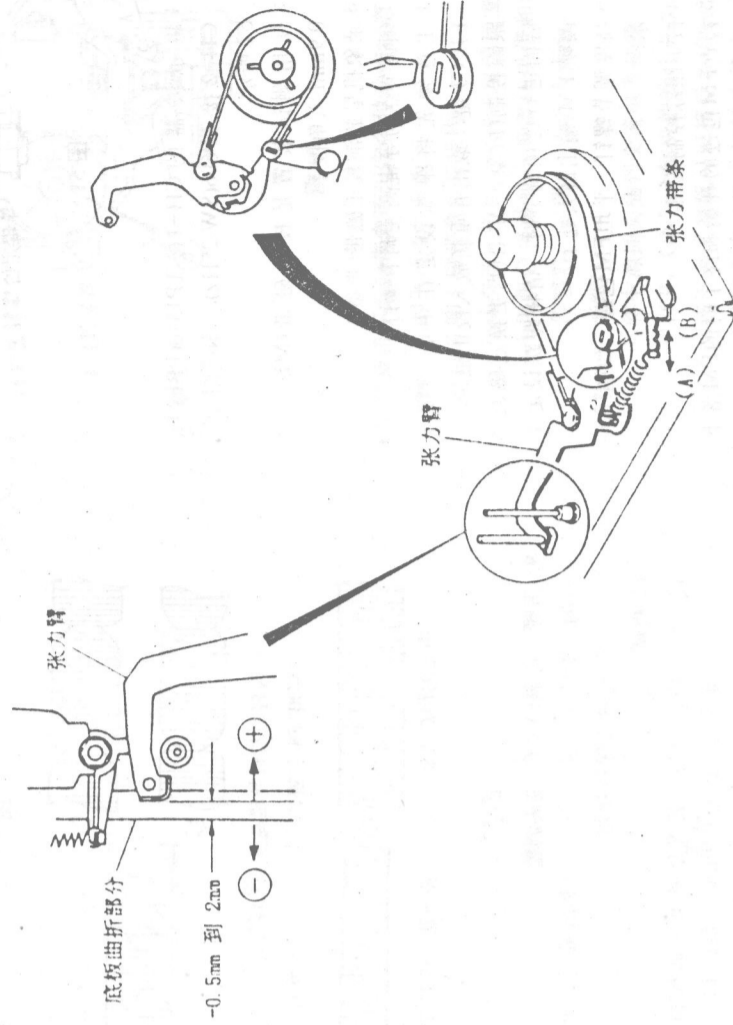

图 49
- ②让张力带条插入如图49所示1到3的齿沟中,将张力杆和底板间的间隙设定为-0.5mm到2mm;
③旋紧张力带条定位螺钉;
- ④调节完毕后,不装磁带盒而进行加载,以重检张力杆的位置;
- ⑤进行张力调节,读出反张力计:34到44g·cm(参数值);
- ⑥如果读数值高于参数值时,可参见图49所示向(A)的方向移动弹簧;